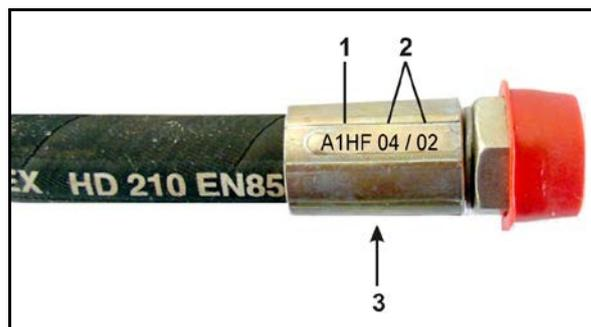

Рис. 182
1. Отверните колпачок электромагнитного клапана (Рис. 182/1).
2. Снимите катушку электромагнитного клапана (Рис. 182/2).
3. Выверните толкатель (Рис. 182/3) с седлами клапана и очистите сжатым воздухом или гидравлическим маслом.